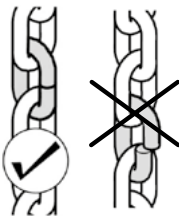
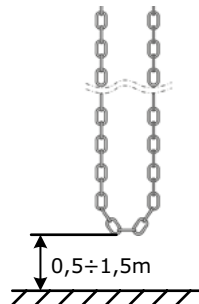

Рисунок 5
Рисунок 6
- цепь соединяется и разъединяется с помощью соединительных звеньев другого цвета. Кромки соединительного звена цепи должны располагаться точно друг над другом (рис. 5). Край цепи аварийного ручного управления в собранном состоянии должен находиться на высоте $0,5 \div 1,5$ метра (рис. 6). При необходимости укоротите цепь. Максимальная длина цепи в комплекте поставки привода 10 м. Если длины цепи недостаточно, то требуется приобретать отдельно цепь требуемой длины.